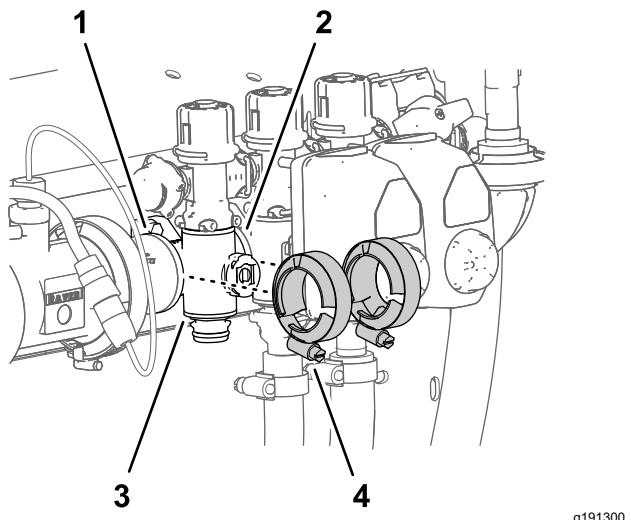

Рисунок 124
4. Установите, не затягивая, фланцевые хомуты, снятые при выполнении действий, описанных в разделе Демонтаж коллекторного клапана секции \(страница 96\), на фланцы коллектора клапана секции и фланцы другого клапана секции (клапанов секций) и/или переходного соединителя (Рисунок 124).
7. Затяните 2 фланцевых хомута от руки (Рисунок 124).